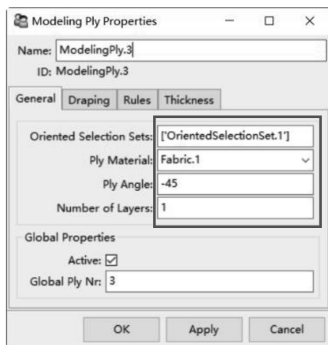
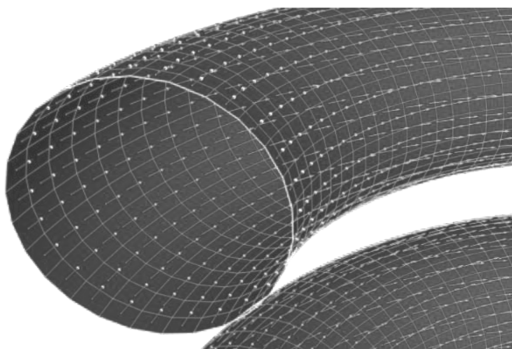

图 7-12 创建 -45°铺层角
图 7-13 铺层显示
(4) 右键单击【Modeling Groups. 1】，从弹出的快捷菜单中选择【Create Ply…】，弹出创建铺层属性对话框，如图 7-12 所示，【Oriented Selection Sets】= Oriented Selection Sets. 1，【Ply Material】= Fabric. 1，【Ply Angle】= -45，【Number of Layers】= 3，其他默认，单击【OK】关闭对话框。
(5) 在工具栏中单击数据更新。
(6) 单击铺层显示工具，查看铺层信息，如图 7-13 所示。